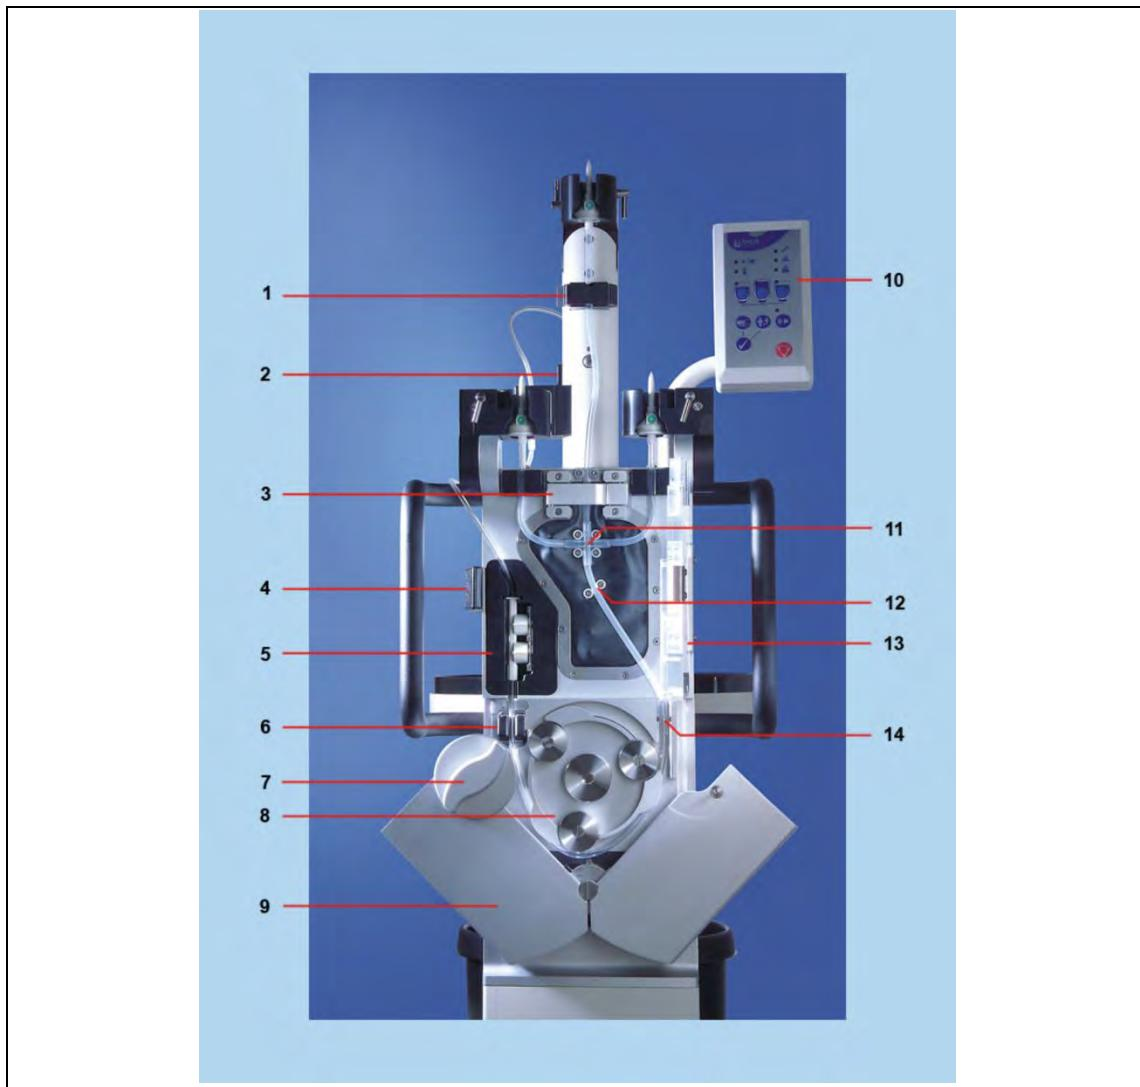
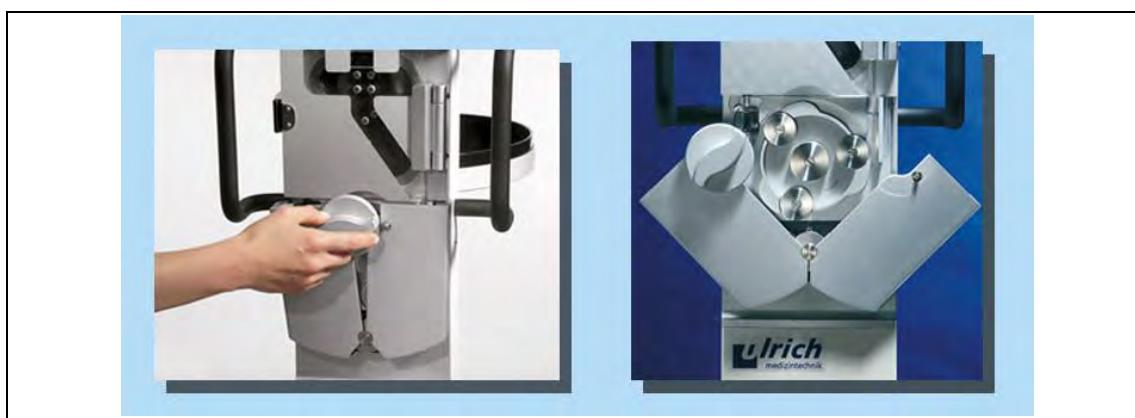
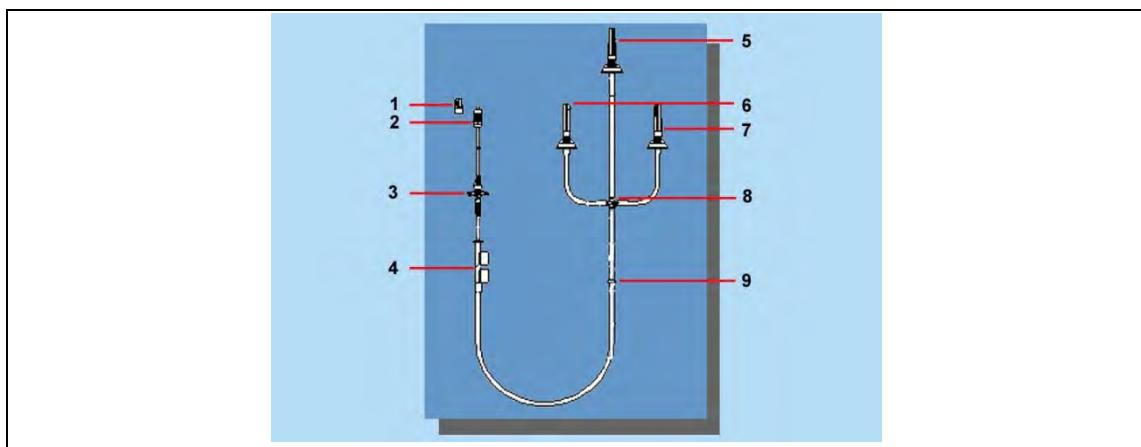
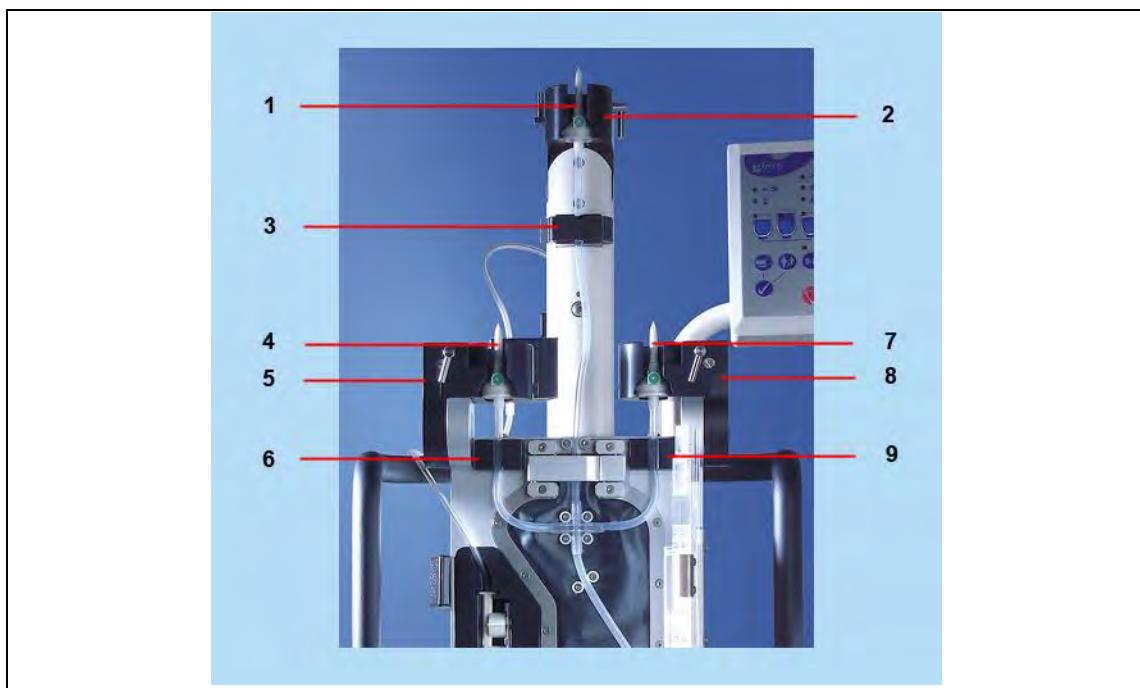

Рис. 6: Обозначение деталей
Рис. 7: Открытие заслонки насоса
Рис. 8: Трубка насоса
Рис. 9: Держатель флакона и датчики
1. Замок дверцы клапана (см. Рис. 6, стр. 26, № 4) вытянуть наружу, открыть дверцу клапана (см. Рис. 6, стр. 26, № 13).
3. Поворотный замок (см. Рис. 6, стр. 26, № 7) повернуть против часовой стрелки и откинуть обе створки заслонки наружу (см. Рис. 7, стр. 27).
4. Вручную вращать колесо насоса, пока один из роликов не встанет в положение "около 6 часов" (приблизительно самое низкое положение) (см. Рис. 7, стр. 27).
5. Открыть крышку датчика NaCl (см. Рис. 6, стр. 26, № 1).
6. Открыть шарнир NaCl (см. Рис. 6, стр. 26, № 3) нажатием на пружинную крышку (справа).
7. Извлечь трубку насоса (см. Рис. 8, стр. 28) из стерильной одноразовой упаковки. Защитные колпачки пока не снимать в целях сохранения стерильности.
9. Среднюю протыкающую иглу для NaCl (см. Рис. 9, стр. 29, № 1) с защитным колпачком вставить в держатель флакона NaCl (см. Рис. 9, стр. 29, № 2).
10. Вложить порт NaCl в сухой датчик NaCl (см. Рис. 9, стр. 29, № 3).
11. Закрыть крышку датчика NaCl (см. Рис. 9, стр. 29, № 3) и закрыть шарнир NaCl (см. Рис. 6, стр. 26, № 3) с находящейся внутри трубкой.
12. Крестовину трубы насоса (см. Рис. 9, стр. 29, № 8) вложить в держатель (см. Рис. 6, стр. 26, № 11).
13. Вложить левую и правую протыкающие иглы для KB (см. Рис. 9, стр. 29, № 4 и 7) с защитным колпачком в держатель флакона KB1 (см. Рис. 9, стр. 29, № 5) и KB2 (см. Рис. 9, стр. 29, № 8), при этом выровнять фильтр вентиляции (цветная точка) у протыкающих игл по направлению вперёд.
14. Оба порта KB (см. Рис. 9, стр. 29, 6-8 и 7-8) вложить с геометрическим замыканием в сухие ультразвуковые датчики KB1 (см. Рис. 9, стр. 29, № 6) и KB2 (см. Рис. 9, стр. 29, № 7).
- Вложить трубку под крестовиной в направляющую (см. Рис. 9, стр. 29, № 12).
- 16. Вначале вложить систему измерения давления (см. Рис. 8, стр. 28, № 4) с геометрическим замыканием в напорную камеру (см. Рис. 6, стр. 26, № 5), затем вдавить трубку насоса в расположенный ниже воздухоуловитель (см. Рис. 6, стр. 26, № 6).
- 17. Закрыть дверцу клапана (см. Рис. 6, стр. 26, № 13).
- 18. Закрыть заслонку насоса (см. Рис. 6, стр. 26, № 9).
- 19. Поворотный замок (см. Рис. 6, стр. 26, № 7) после фиксации ещё раз подтянуть по часовой стрелке (положение должны быть горизонтальным).
1. Снять защитный колпачок с трубы насоса (см. Рис. 7, стр. 27, № 1).